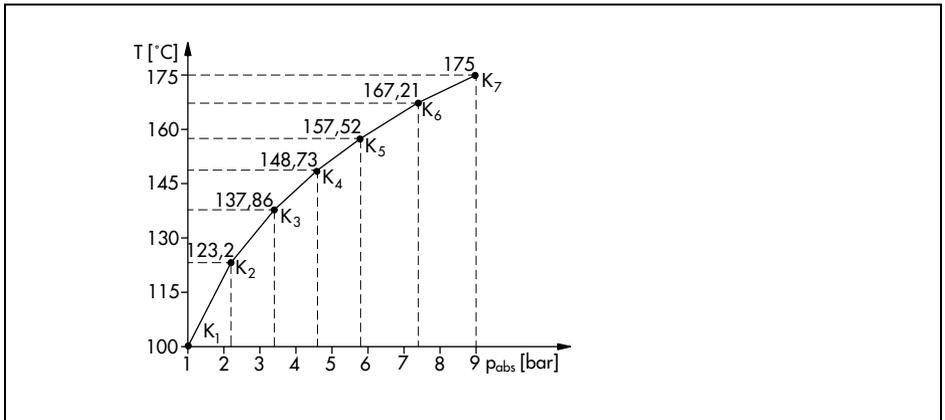

Bild 7 · Druck-Temperatur-Kurve für Beispiel 1 zur Funktionalisierung
3. In einem kartesischen Koordinatensystem Druck-Temperatur-Kurve im Messbereich von 1 bis 9 bar darstellen (s. Bild 7). Dazu Wertepaare aus der Dampf tafel entnehmen.